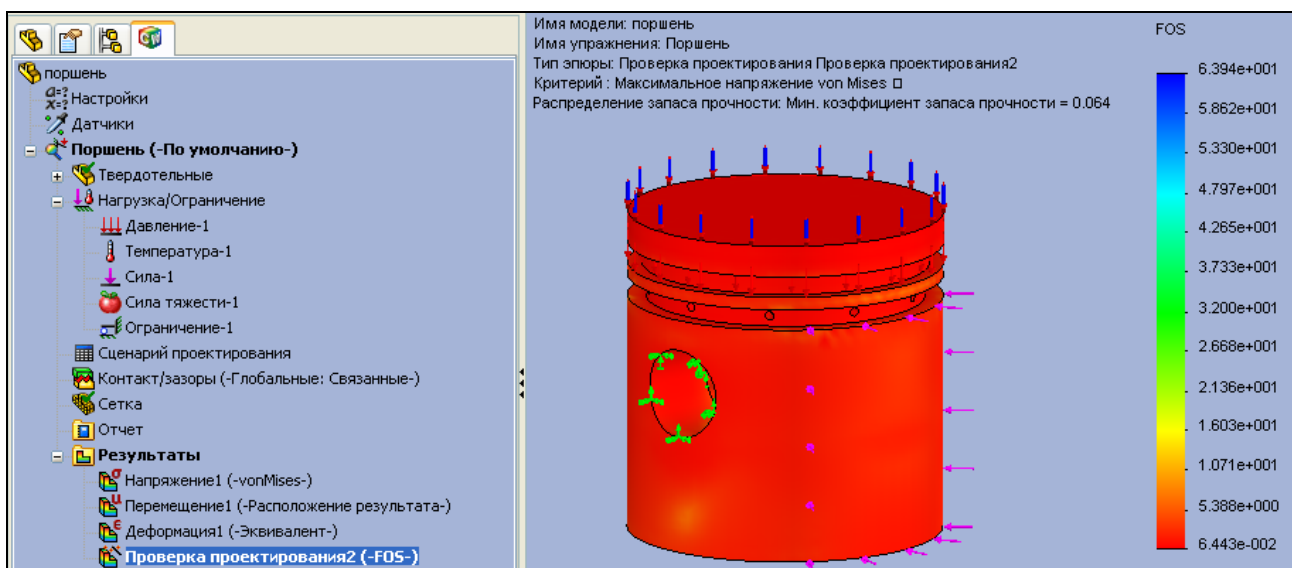

Рис. 3.17. График распределения запаса прочности
12. Чтобы построить график распределения запаса прочности на модели (рис. 3.17), нажмите кнопку  — **Помощник для проверки проектирования** в панели инструментов **COSMOSWorks – Инструменты результатов** или в главном меню **COSMOSWorks | Инструменты результатов | Помощник для проверки проектирования**. Откроется окно **Проверка проектирования**, в котором требуется задать критерии прочности. После нажатия кнопки  **ОК** будет построена эпюра. Красным цветом на эпюре отмечаются элементы с наименьшим запасом прочности, синим — с наибольшим.